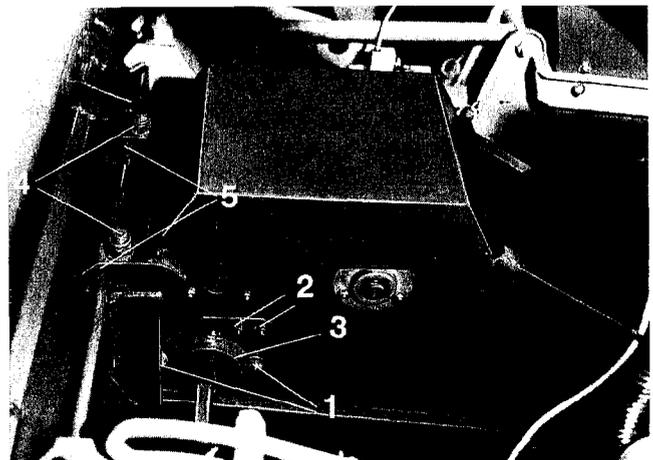

Fig. 27
- Schrauben (Fig. 27/1 und 27/2) der Vierkantwellenlagerung (Fig. 27/3) an linker Antriebsradhalterung lösen. (Hierdurch kann sich die Vierkantwellenlagerung beim Verschieben der Säaggregate und der Antriebsräder neu arretieren, wodurch Verspannungen der Lager vermieden werden.)
- Schrauben (Fig. 27/1) der Vierkantwellenlagerung am linken Antriebsrad festziehen.
- Schrauben (Fig. 27/2) dienen zur Arretierung des Kettenspanners für Antriebskette zwischen Vorgelege- und Getriebeausgangswelle des Verstellgetriebes, daher vor dem Anziehen dieser Schrauben auf richtige Kettenspannung ( Kap. 11.5 ) achten.